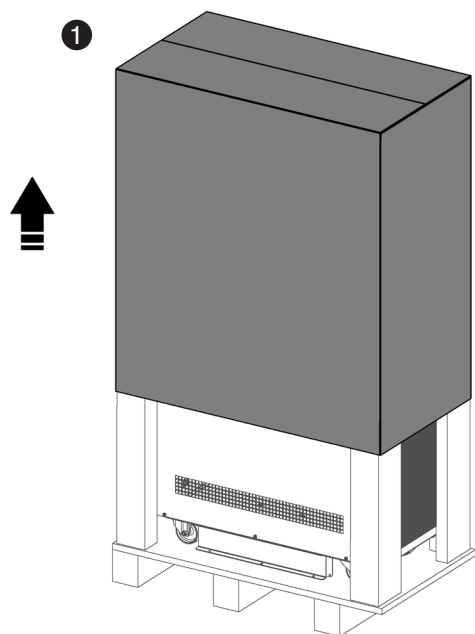
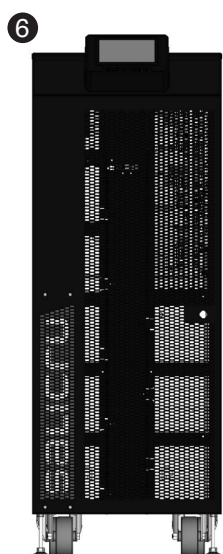

Fig. 22. Extracción del embalaje de cartón.
Fig. 27. Equipo desembalado a modo de ejemplo.
En las Fig. 22 a Fig. 27 se representan a modo de ejemplo las ilustraciones correspondientes al armario SAI de 30 kVA a 40 kVA.
- ➊ Para desembalar el equipo cortar los flejes de la envolvente de cartón y sacarlo por arriba como si fuera una tapa (Fig. 22) o bien desmontarlo con las herramientas necesarias si el envolvente es de madera.
- ➏ Equipo desembalado en su ubicación definitiva (Fig. 27).